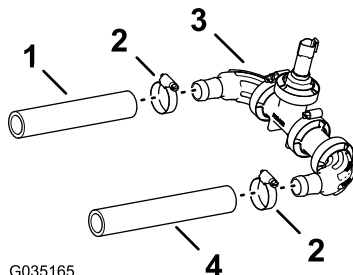

図 58
1. 図 58 に示すように、水圧トランスデューサとマニホルドのバーブ付きエルボフィッティングに、ホース 1" x 7¼" を組み付ける。
2. ホースとバーブ付きフィッティングをホースクランプで固定する 図 58。
3. 図 58 に示すように、水圧トランスデューサとマニホルドのもう一方のバーブ付きエルボフィッティングに、ホース 1" x 8½" を組み付ける。
4. ホースとバーブ付きフィッティングをホースクランプで固定する 図 58。